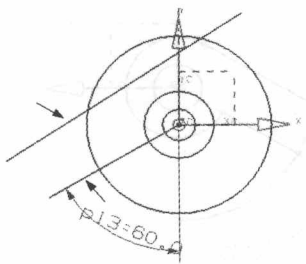

图 1-16 选择直线
- (2) 单击工具栏中的“约束”按钮.
- (3) 选择如图 1-16 所示的直线。